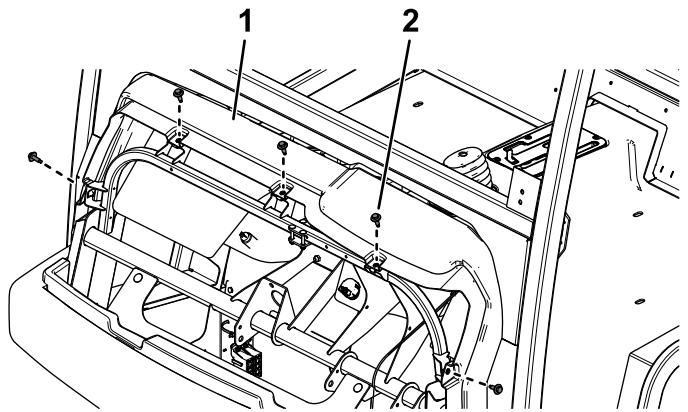

図 39
1. ダッシュボードについている六角ワッシャヘッドボルト5本を外す図 39。